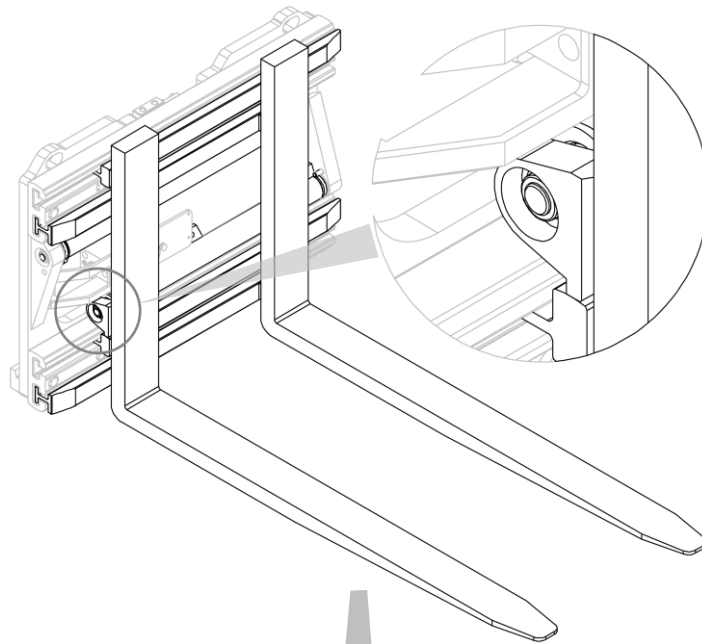
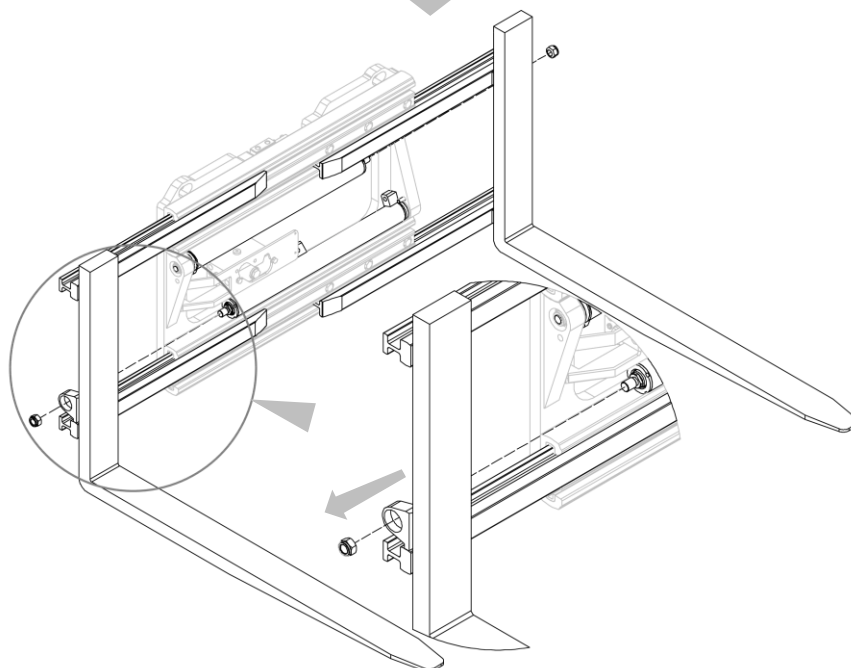

Figura 21
Figura 22
2. Remover los perfiles con las horquillas después de desenroscar las tuercas que bloquean las horquillas (mira *Figura 21* y *Figura 22*).